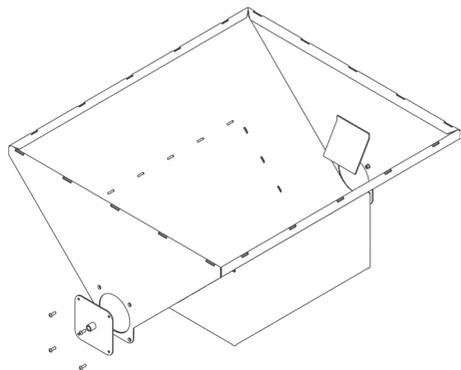
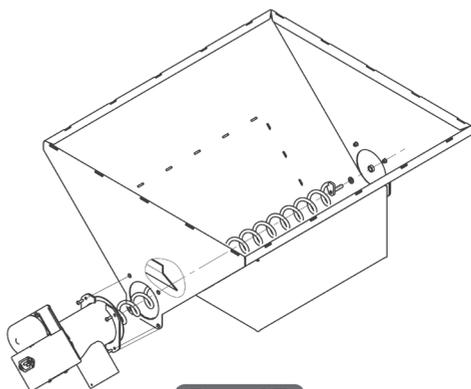

Рис. 16
Рис. 17
2. Установите крышку втулки фиксации оси шнека со стороны противоположной наклонному козырьку в основании бункера (Рис.16). Зафиксируйте крышку четырьмя винтами М4×12.
4. Установите в основание бункера шнековую группу, состоящую из привода питателя с патрубком выгрузки и шнеком. Для этого вставьте шнековую группу в отверстие основания бункера со стороны наклонного козырька (См. Рис.16), находящегося внутри основания бункера (Рис.17). Свободный конец шнека с установленной шайбой заведите во втулку фиксации шнека.